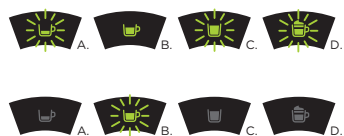

Fig. 17: Programmation du bouton d'extraction café long.
- Vous devrez ensuite appuyer sur le bouton d'extraction de café long jusqu'à ce que les voyants lumineux des boutons d'extraction de café expresso, de thé et de boisson à base de lait clignotent. Appuyez de nouveau sur le bouton d'extraction de café long (voir **Fig. 17**). Les voyants lumineux des boutons d'extraction de café expresso, de thé et de boisson à base de lait s'éteignent.